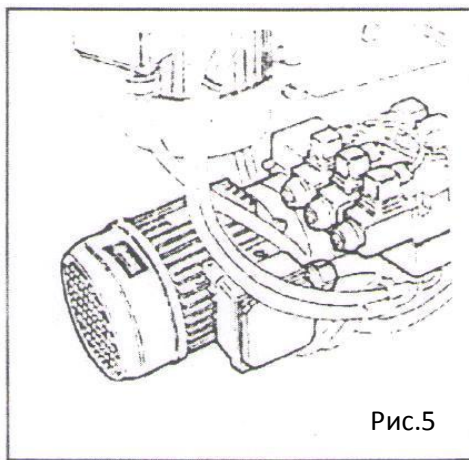

Рис.5
- ◆ Направление вращения должно соответствовать стрелке (см. рис. 5). Если направление вращения не соответствует указанному, необходимо переподключить фазные напряжения.